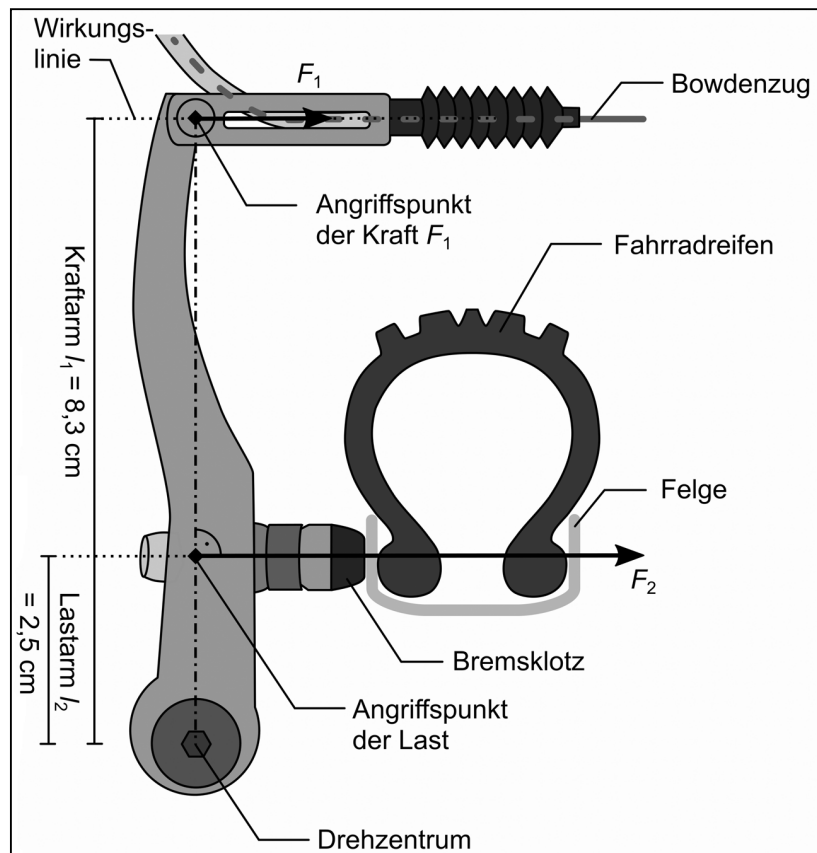

Abb. 15: Kräfte und Hebelarme an der Bremse (einseitiger Hebel)
- 1.–4. Bei der Bremse handelt es sich um einen **einseitigen** Hebel. Die Bestandteile des Hebels sowie die Wirkungslinien der Kräfte sind in Abb. 15 eingezeichnet. Das Verhältnis der Längen von Kraft- und Lastarm beträgt $\ell_1/\ell_2 \approx 3,3$.
6. Die Kräfte sind in Abb. 15 dargestellt. Dabei entspricht eine Pfeillänge von 1 cm einer Kraft von 100 N.